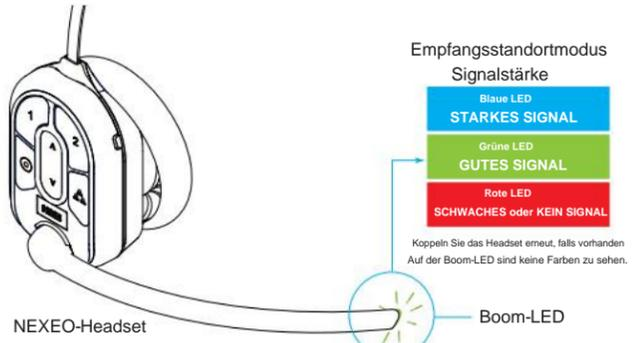

Abb. 2.2
- 10. Kritischer Schritt: Der Installationsassistent fordert Sie auf, ein gekoppeltes Headset zu verwenden, das in den Empfangsstandortmodus geschaltet ist. Um ein gutes Signal zu gewährleisten, müssen Sie alle Bereiche des Geschäfts ablaufen, in denen das Headset verwendet wird. Die Boom-LED an der Spitze des Headset-Mikrofons blinkt in verschiedenen Farben, um Bereiche mit starkem oder schwachem Empfang anzuzeigen. Siehe Abb. 2.2. Siehe auch den VORSICHT-Hinweis in Schritt 5.